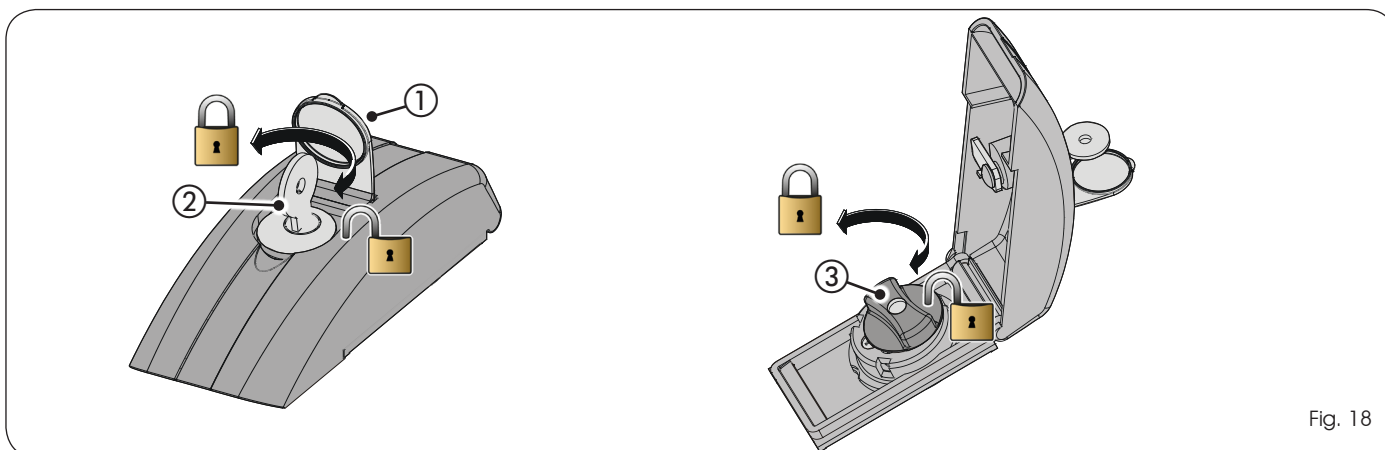

Fig. 18
1) Doe de beschermdop omhoog (Fig. 18, ref. ①) en steek de meegeleverde sleutel in het slot (Fig. 18, ref. ②).
3) Draai de ontgrendelingshendel (Fig. 18, ref. ③), tegen de klok in, tot aan de aanslag.